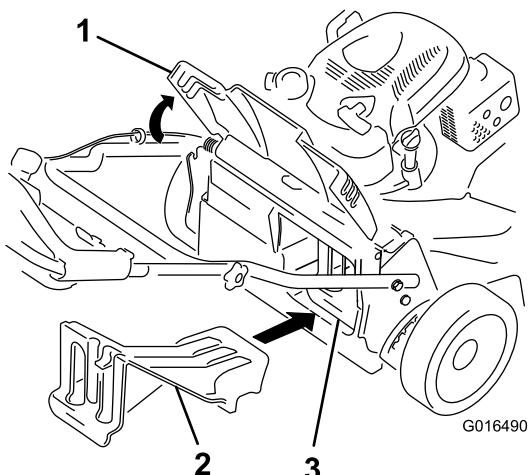

Figura 25
- Si el tapón de descarga trasero no está instalado, sujetelo por el asa, eleve la puerta trasera e introduzcalo en el conducto de descarga trasera hasta que el enganche encaje en su sitio; consulte Figura 25.
**Importante:** Asegúrese de que el tapón de descarga trasera está colocado antes de reciclar los recortes (Figura 25).